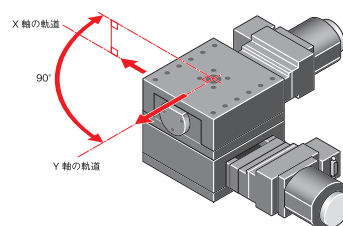

図3-14 XY直交度
3.14 XY直交度[JIS B 7440-1987準拠]【図3-14】